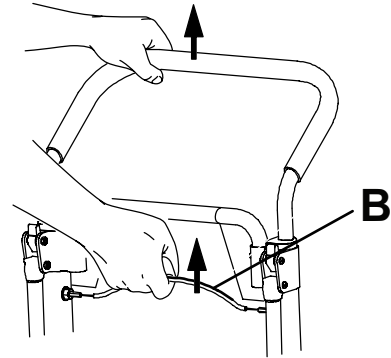

Figura 7 – Cavo di sblocco della maniglia di controllo superiore
3. Operatore lato testa: Tirare il cavo di sblocco dell'impugnatura di comando superiore rossa (B) con una mano (Figura 7). Con l'altra mano tirare verso l'alto ed estendere completamente la maniglia. Rilasciare il cavo e accertarsi che la maniglia sia bloccata su entrambi i lati in posizione di completa estensione.